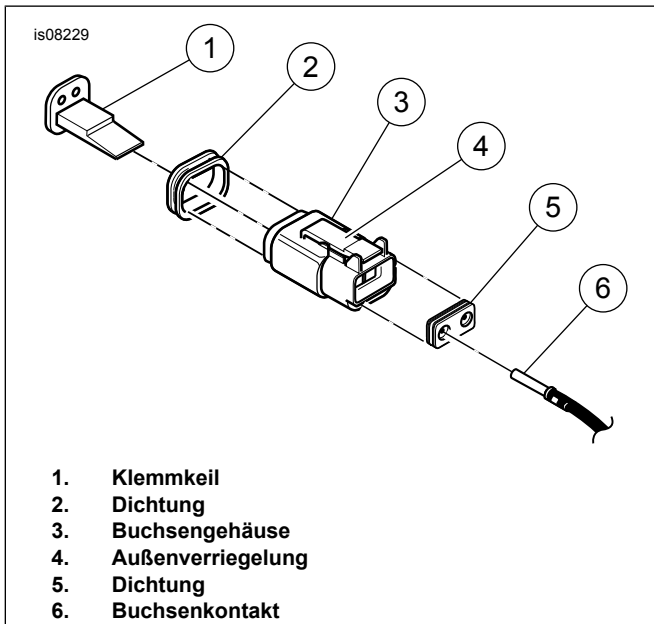

Abbildung 7. Steckverbinder des hinteren Blinkers
Siehe Abbildung 7. **Modelle von 1994 bis 1995** sind unter dem Sitz mit einem Deutsch Steckverbinder ausgestattet.
2. Siehe Abbildung 7. **An Modellen von 1994 bis 1995** den Kabeln der hinteren Blinker zu den beiden Steckverbindern unter dem Sitz folgen. Die beiden Buchsenhälften der hinteren Blinker-Steckverbinder trennen, indem die externe Verriegelung jedes Steckverbinders gedrückt wird und die Buchsenhälfte hin und her bewegt wird, bis sie sich löst. Die Pinhälften der Steckverbinder im Rahmen belassen. An jedem Steckverbinder den orangefarbenen sekundären Klemmkeil entfernen. Dazu die Klinke eines kleinen Schraubendrehers in die Klemmkeilnut einführen. Den Schraubendreher um 90 Grad drehen, um den Keil herauszudrücken. Die kleinen Verriegelungszungen im Innern der Steckverbinder mit einem kleinen Schlitzschraubendreher entriegeln und die Kabel vorsichtig aus den Steckverbindern ziehen.